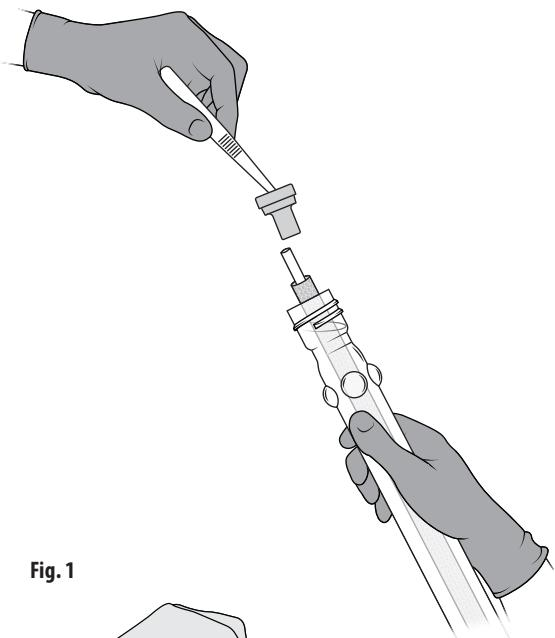

Fig. 1
3. Fjern hætten, og kassér den. Fjern proppen med en tang, og kassér den. Tangen skal også kasseres, da den nu anses for at være usteril. Fig. 1.